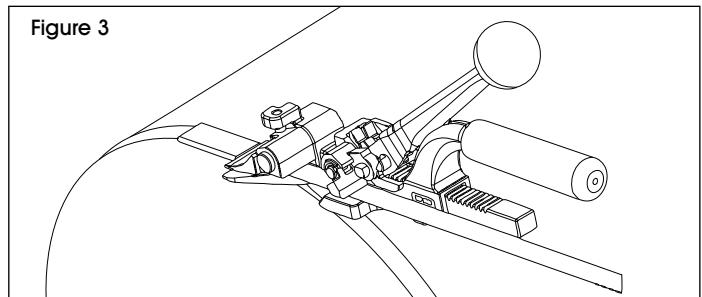

Figure 3
- En positionnant le joint contre l'avant de l'outil, poussez le feuillard supérieur à travers la fente formée par le support et le clapet et sous la pince de serrage. Veillez à ce que le feuillard soit au ras du bord intérieur du tendeur. (Voir Figure 3)